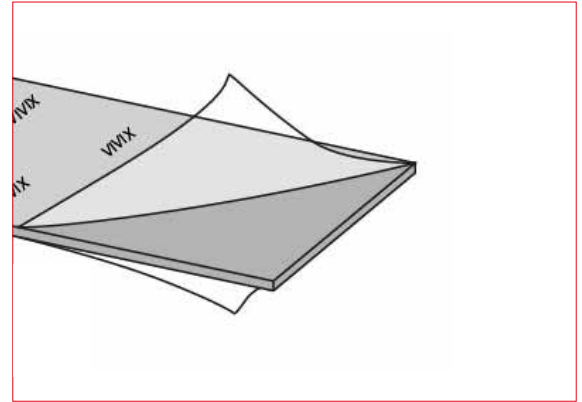

Fig. 5 – Fjern beskyttende film på begge sider
- Den avtagbare beskyttende filmen bør fjernes fra begge sider før installasjon (se fig. 5)